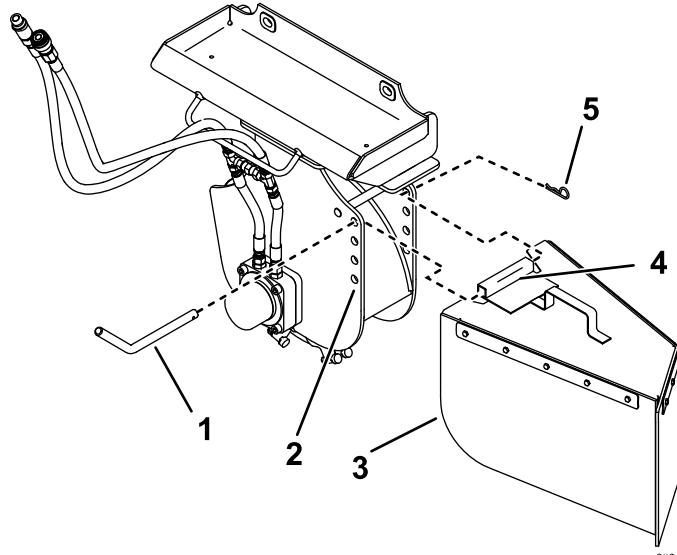

Figura 10
1. Posizionate il tubo di montaggio del deflettore tra 2 fori sulla trinciatrice (Figura 10).
2. Infilate il perno del deflettore attraverso i fori sulla trinciatrice e nel tubo di montaggio (Figura 10).
3. Fissate il perno con una coppiglia (Figura 10).
Il trinciaceppi è dotato di 4 serie di fori di montaggio per montare il deflettore per trucioli (Figura 10). Spostate il